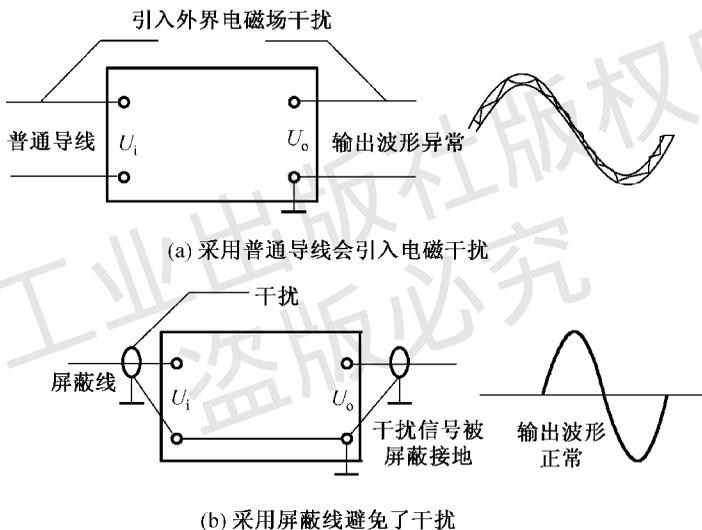

图 1-1-3 外界电磁干扰与屏蔽
(3) 信号的传输应采用具有金属外套的屏蔽线，而不能用普通导线。并且屏蔽线外壳要选择一点接地，否则又可能引进干扰，而使测量结果和波形异常，如图 1-1-3 所示。